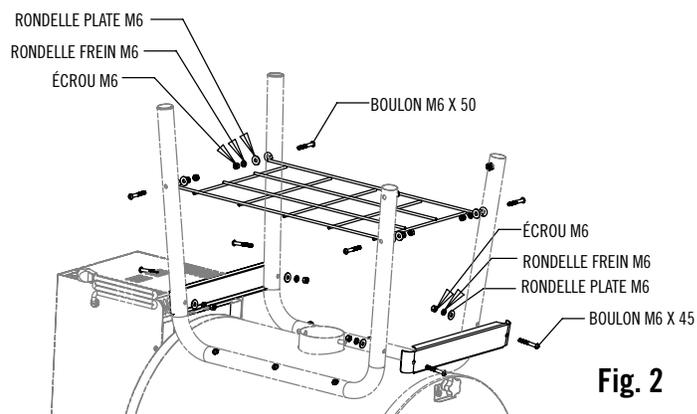

Fig. 2
2. Attacher les deux supports des pieds à ceux-ci comme illustré à la Fig. 2 à l'aide de quatre boulons M6 x 45, quatre rondelles plates M6, quatre rondelles freins M6 et 4 écrous M6. Serrer la quincaillerie manuellement.
3. Attacher la grille aux pieds comme indiqué à la Fig. 2 à l'aide de quatre boulons M6 x 45, quatre rondelles plates M6, quatre rondelles freins M6 et quatre écrous M6. Serrer la quincaillerie manuellement.